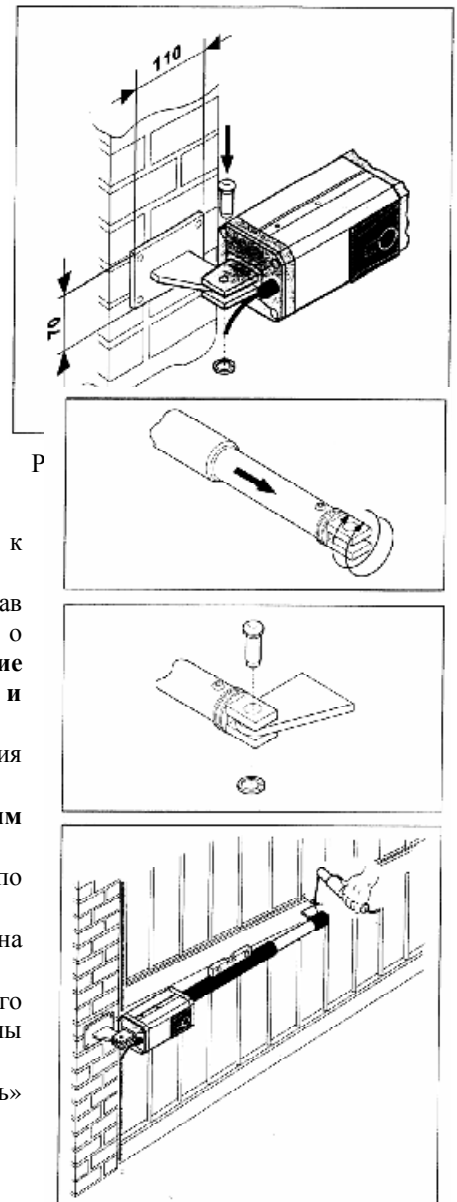

Рис. 7 Сборка и установка переднего кронштейна.
- снимите передний кронштейн с привода и закрепите его на створке ворот при помощи сварки см. рис. 7. Установите привод на передний кронштейн. При использовании сварки, для крепления кронштейнов, **не допускайте** попадание искр на привод и его нагрева;